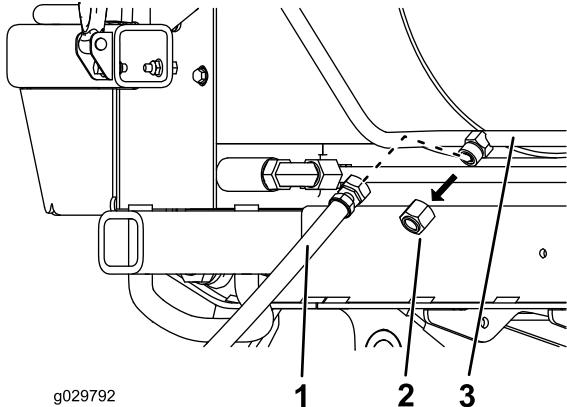

Figure 15
- A. Retirez le bouchon de la partie rigide du flexible de retour du refroidisseur d'huile (Figure 15).
- B. Vissez le flexible court sur la partie rigide (Figure 15).